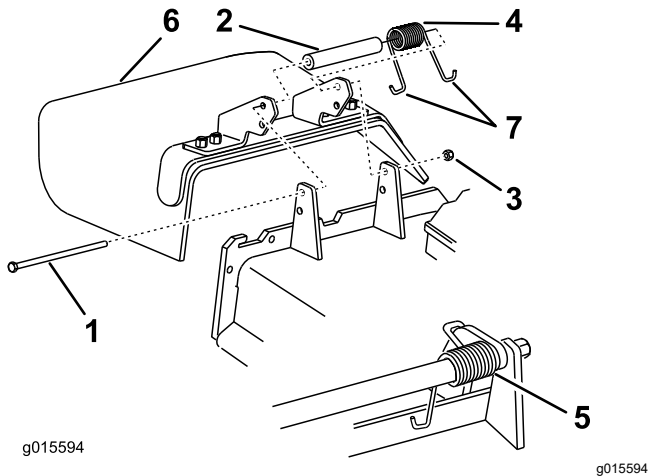

Figura 86
6. Coloque 1 extremo en **J** del muelle alrededor del deflector de hierba (Figura 86).
1. Retire la contratuerca, el perno, el muelle y el espaciador que sujetan el deflector a los soportes de pivote (Figura 86).
**Nota:** Asegúrese de colocar un extremo con gancho en **J** del muelle detrás del reborde de la carcasa antes de instalar el perno, según se muestra en Figura 86.